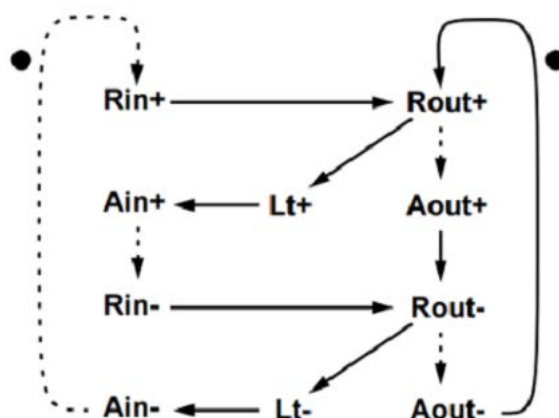
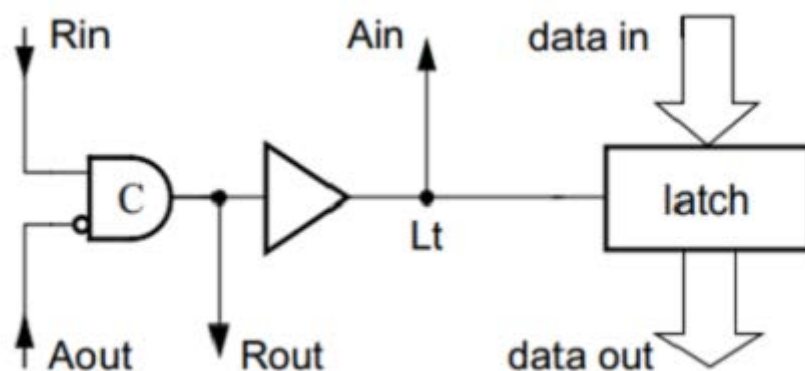

图 1 四段流水线 STG 图
图 2 电路实现图
Step3. 单个模块（图 1 虚线框）stage 设计
本实验采用的四段流水线 STG 图如图 1 所示。电路实现图如图 2。具体原理已在课堂学习，在此不再赘述。
Step3. 单个模块（图 2）stage 设计